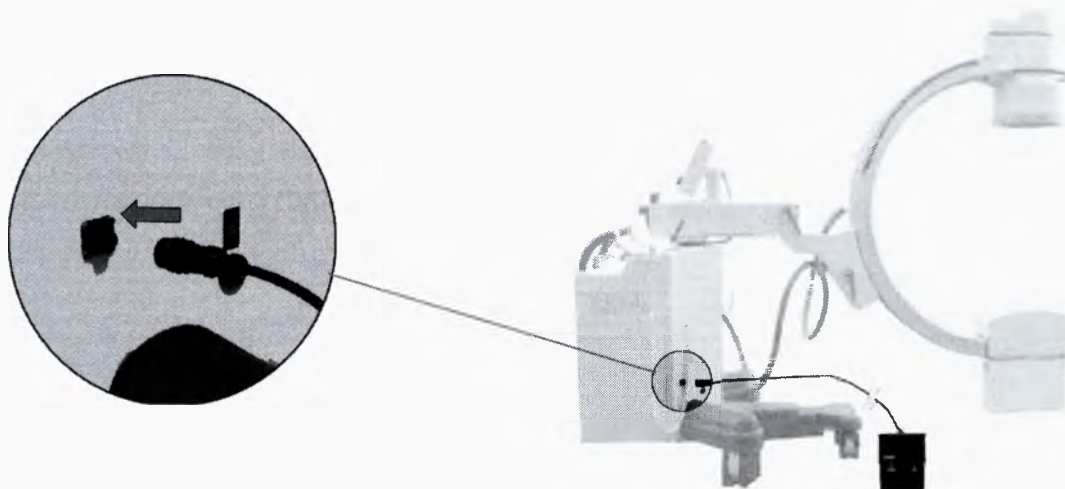

Рисунок 33
8.1.3 Подсоедините к штативу С-дуга педальный переключатель (см. рисунок 33).